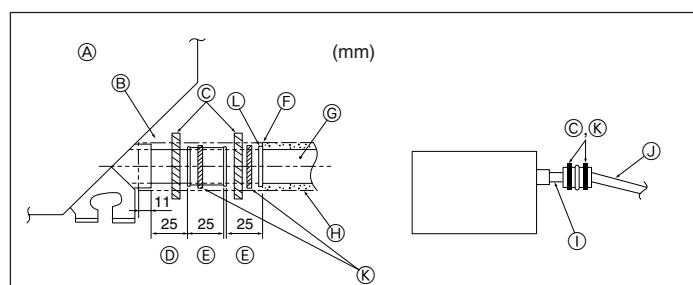

Fig. 3-5
1. Conecte el tubo de desagüe (suministrado con la unidad) al orificio de desagüe. (Sujete el tubo con cinta aislante y asegure la conexión con una abrazadera.) (Fig. 3-5)
⑰ Unidad
⑱ Material aislante
⑲ Abrazadera (grande)
⑳ Puerto de drenaje (transparente)